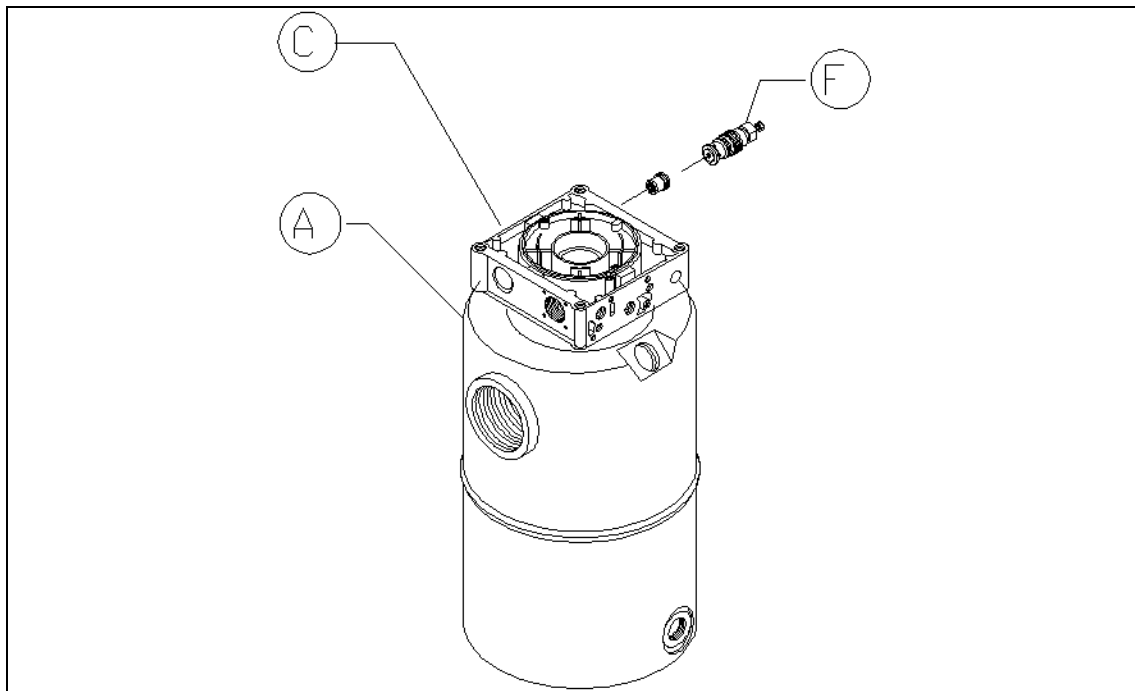

ABBILDUNG 4.9.3
Über das Bypassventil (F), am Körper (C) der Schmierungssteuerung kann der Druck im Schmierkreis verstellt werden (Abbildung 4.9.3):